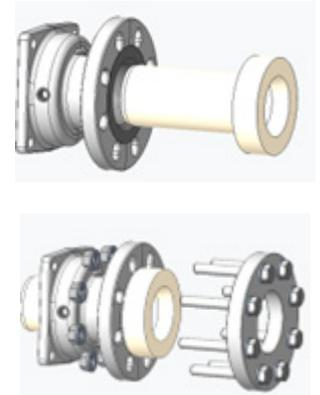

Figure 11. - Bride de l'orifice avec insert
1. Faites glisser l'insert dans la bride de l'orifice et fixez-le avec une contre-bride (Figure 11).